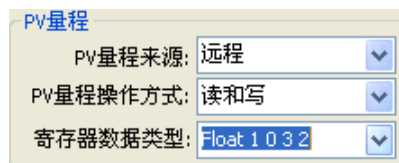

图 5.55 寄存器数据类型选择
1. 选择“详细设计”->“PV 量程”->“寄存器数据类型”对应的下拉框中，如图 5.55 所示：